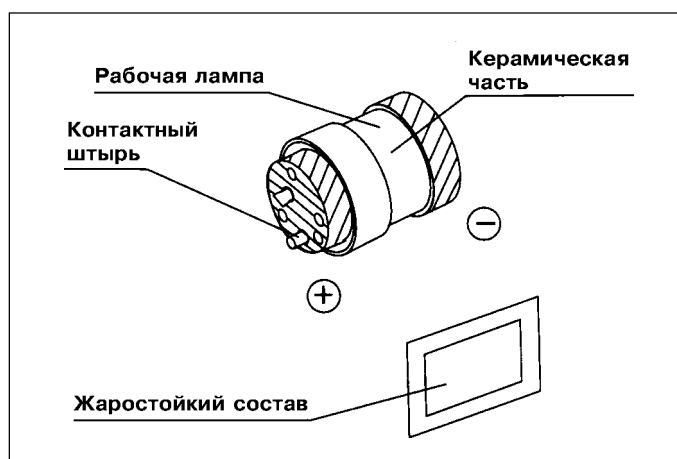

Рис. 6.4.
10. Пальцами нанесите жаростойкий состав на наружную поверхность стороны «-» новой рабочей лампы (на металлическую часть на стороне, излучающей свет) (см. рис. 6.4: заштрихованный участок).
11. Вставьте рабочую лампу стороной «-» (см. рис. 6.4) в радиатор (А) до упора.
12. Описанным выше способом нанесите жаростойкий состав на торцевую поверхность стороны «+» рабочей лампы (см. рис. 6.4: заштрихованный участок).
13. Вставьте сторону «+» рабочей лампы (см. рис. 6.4) в радиатор (В), затем надёжно затяните три болта, используя шестигранный гаечный ключ.